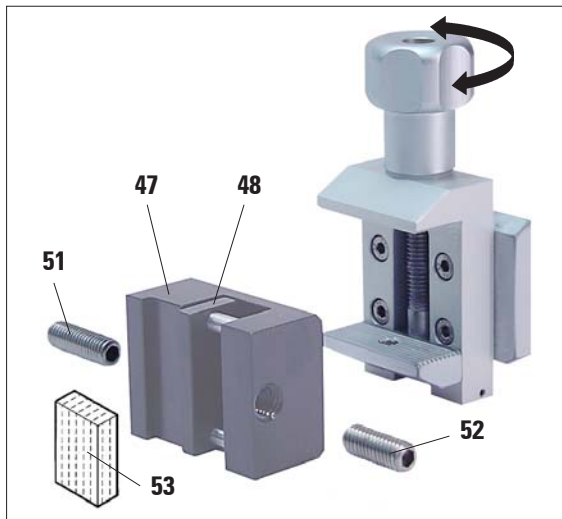

Fig. 21
- Destornillar la espiga (51) hacia la izquierda con la llave Allen no. 4 (49).
- Insertar la espiga más corta (52) en el orificio.
- Insertar la muestra (53) entre la mordaza móvil (48) y la mordaza fija (47).
- Para sujetar la muestra, desplazar la mordaza móvil (48) hacia la mordaza fija (47) atornillando la espiga (52).
- Insertar la pinza para láminas en la pinza estándar (vea Fig. 21).
- Girar el tornillo moleteado (40) en el sentido de las agujas del reloj hasta que la pinza para láminas quede bien sujeta en la pinza estándar.